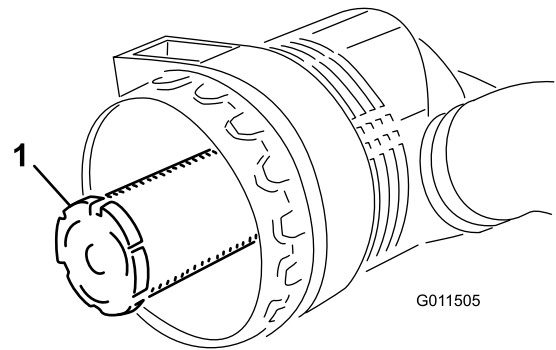

Figura 48
**Importante:** Non cercate mai di pulire il filtro di sicurezza (Figura 48). Sostituitelo ogni 3 interventi di manutenzione sul filtro primario.